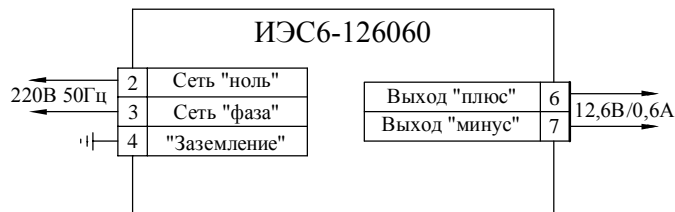

Рис. 2 Схема подключения
5.2 Подключить источник к питающей сети, шине заземления (контактное отверстие 4) и устройствам нагрузки монтажными проводами сечением от 0,75 до 1,5 мм2 согласно маркировке на корпусе. Схема подключения источника изображена на рис. 2. Зачистку изоляции провода необходимо выполнить таким образом, чтобы оголенные участки провода не выступали за пределы клемм. Закрутить винты клемм до упора.